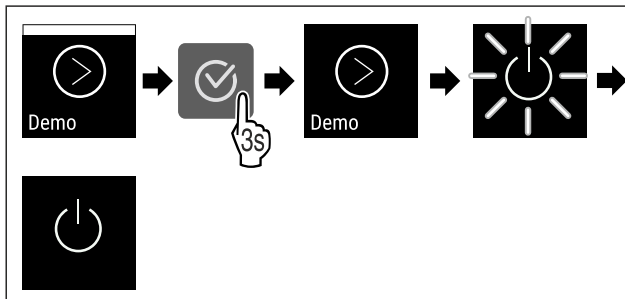

Fig. 111
- ▶ Udfør handlingstrinene (se Fig. 111) .